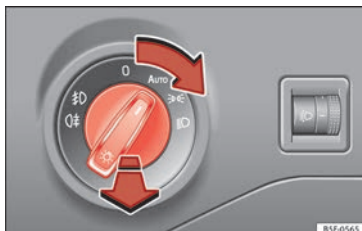

Abb. 35 Instrumententafel: Bedienelement Licht
- Lichtschalter in die gewünschte Position drehen » **Abb. 35**.